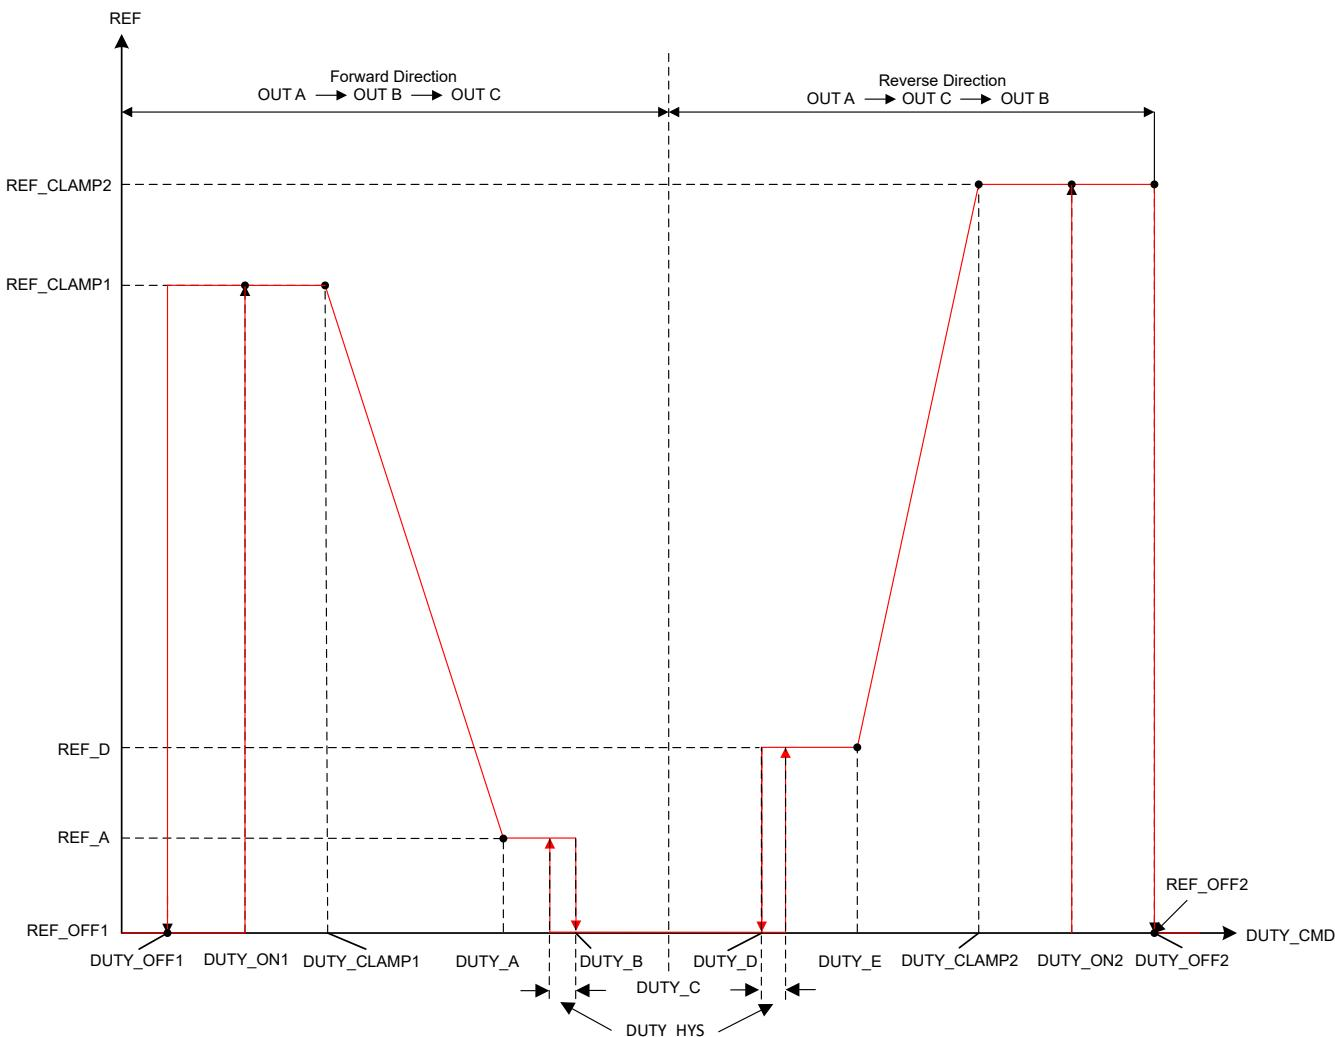

图 7-12. 正向反向控制曲线
- `DUTY_OFF1` 和 `DUTY_ON1` 配置基准控制输入 `REF_CLAMP1` 和 `REF_OFF1` 有关的迟滞，如图 7-12 所示。
- `DUTY_A` 配置基准 `REF_A` 的占空比命令。基准在 `DUTY_CLAMP1` 和 `DUTY_A` 之间呈线性变化。`DUTY_A` 到 `DUTY_E` 的顺序必须与图 7-12 中所示的顺序相同。
- DUTY_OFF2 和 DUTY_ON2 配置基准控制输入 REF_CLAMP2 和 REF_OFF2 有关的迟滞，如图 7-12 所示。